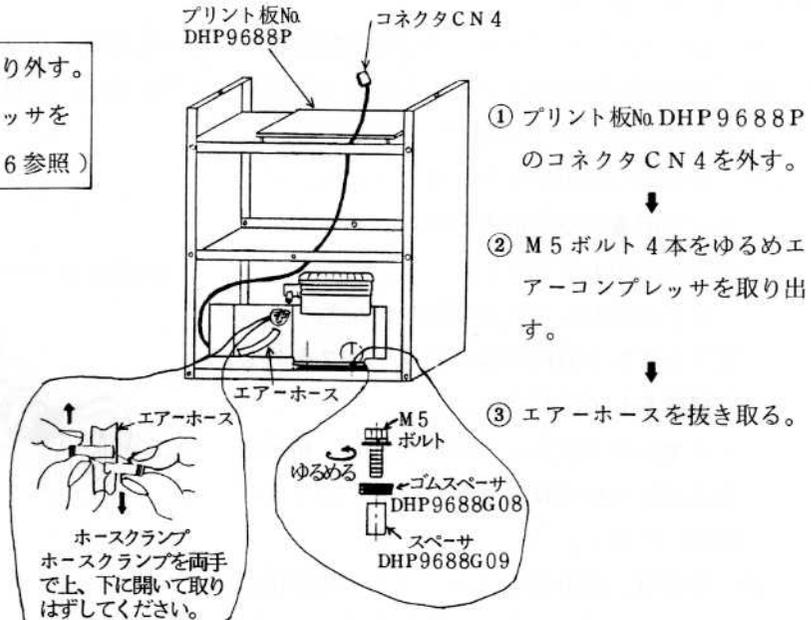

図6. 取り外し方法
(エアコンプレッサの取り外し、組み込み方法については6.2項の図6、図7をご参照ください。)
- エアコンプレッサを取り外す。(図6参照)